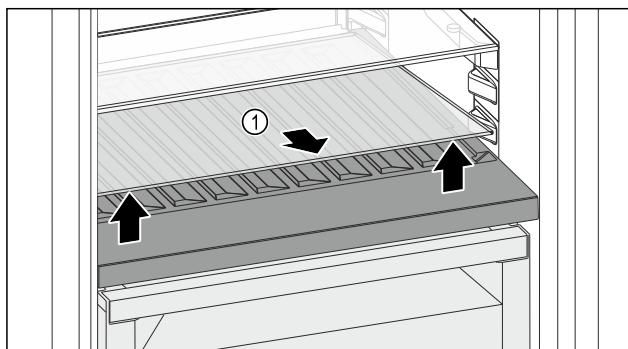

Fig. 151
- ▶ Скористайтесь пазом спереду, щоб підняти скляну полицю Fig. 151 (1) і вийняти її.
- ▶ Безпечно зберігайте скляну полицю Fig. 151 (1) за межами пристрою.
- ▶ Вставте скляну пластину (2) під змінну полицю для зберігання пляшок.